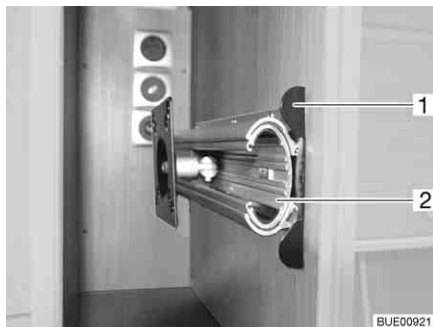

Bild 62 Fäste i TV-skåp
- Tryck in låslisten (Bild 62,1).
- Drag ut utdragsanordningen (Bild 62,2) till stoppläget.
- Skjut in utdragsanordningen (Bild 62,2), tills låslisten (Bild 62,1) hakar i.